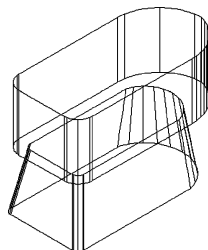

图 12-84 圆角
(9) 单击“三维工具”选项卡“实体编辑”面板中的“圆角”按钮, 将圆角半径设为 130, 将长方体右侧做圆角处理; 左侧的两条棱的圆角半径为 50, 如图 12-84 所示。